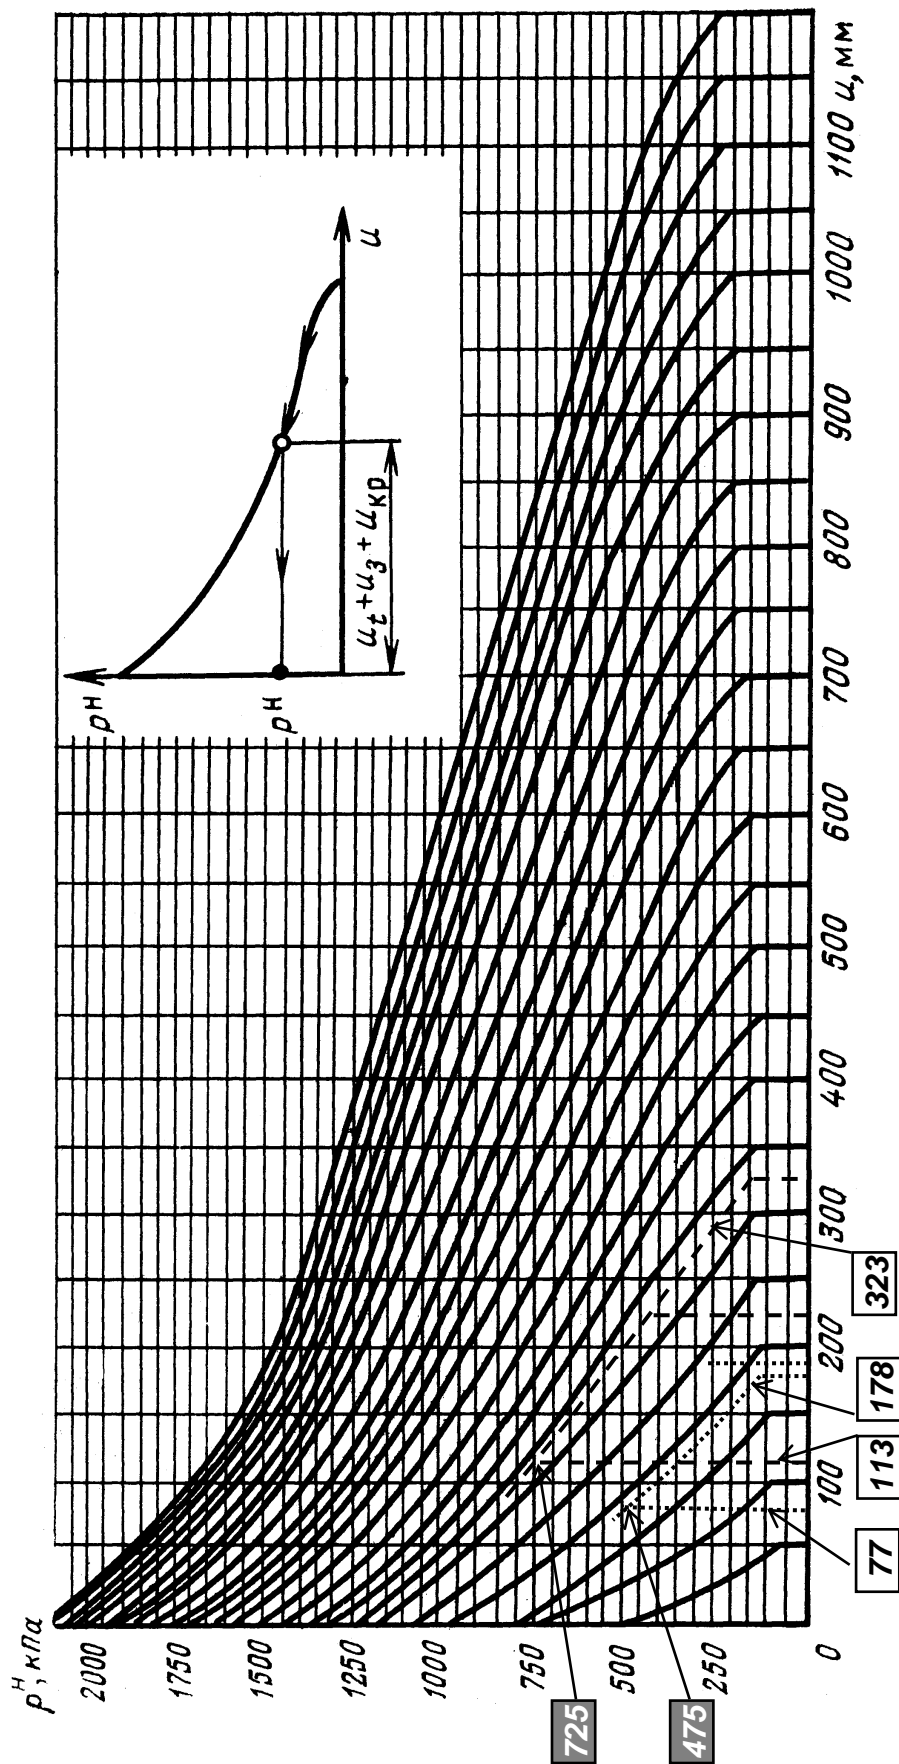

Рис. 2.4. Номограмма для определения нормативной нагрузки на крепь:
**Участки № 2, № 3.** Нормативные нагрузки на крепь устанавливаются в соответствии с расчетными  $U$  и суммарными  $U_{\text{сум}}$  смещениями по номограмме, приведенной на рис. 2.4.
По номограмме рис. 2.4 и данным  $U$ ,  $U_{\text{сум}}$  табл. 2.11 получаем: